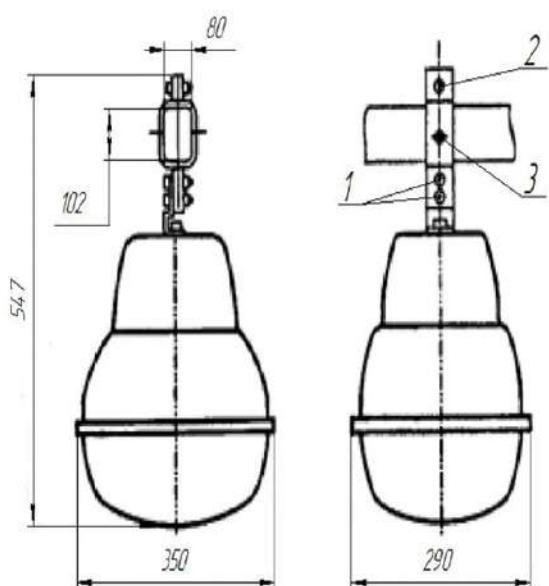

Рисунок 2 – модификация 003 – крепление на брус
Светильники модификации 003 (рисунок 2): светильник устанавливается на брусе при помощи крепежных скоб, которые закрепляются снизу двумя (1) и сверху одним (2) болтами Ø8 мм. Затем стопорят брус болтом (3) Ø6 мм (перед установкой необходимо просверлить на брусе отверстие Ø6,5 мм).